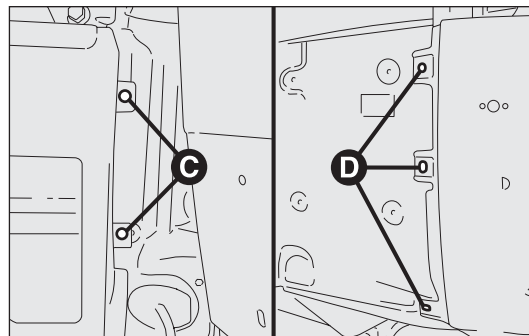

рис. 194
- отвинтите оба крепления С – рис. 194 со стороны задней распашной двери; для этого слегка откройте дверь;
- отвинтите три боковых крепления D на боковине, для этого сначала снимите боковой молдинг – рис. 194. Чтобы демонтировать молдинг, отвинтите три нижних самонарезающих винта и осторожно, чтобы не повредить, отсоедините врубные штифты. В случае поломки одного или более штифтов их необходимо заменить;